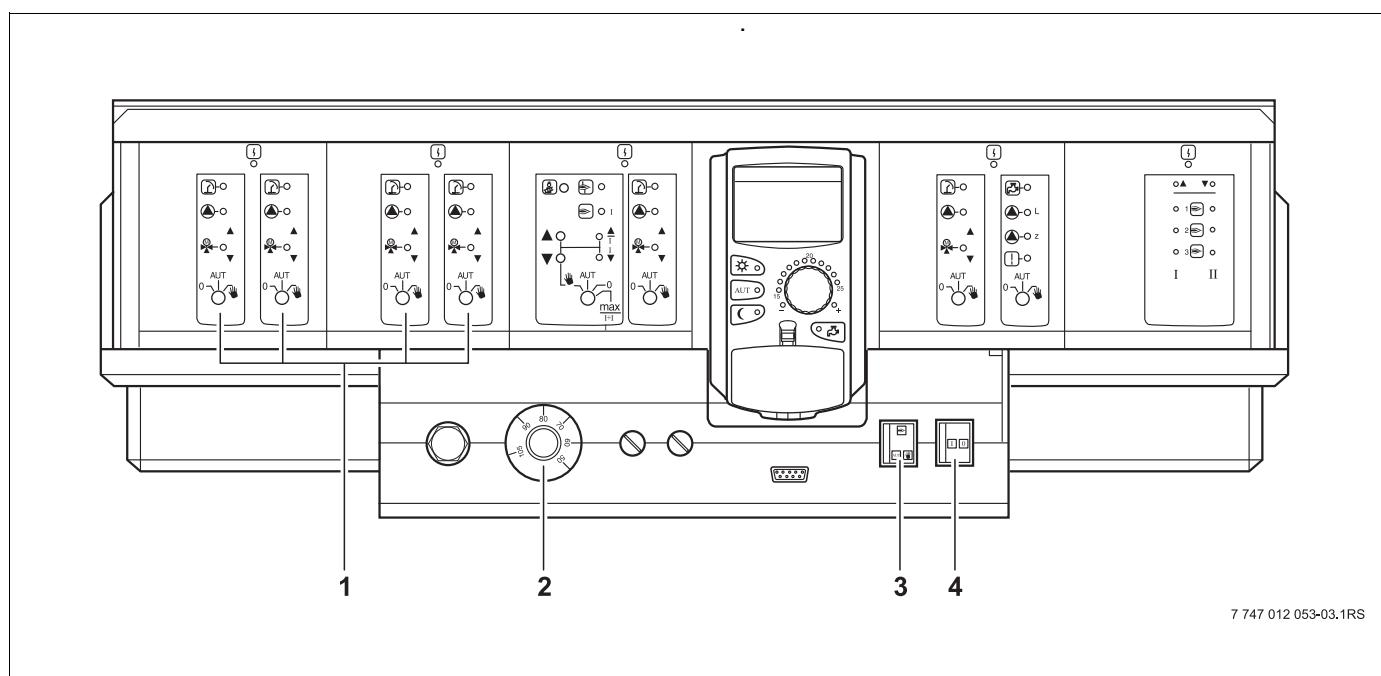

Рис. 26 Ручной режим отопления
- Чтобы обеспечить теплоснабжение при неисправности, нужно установить переключатели на модулях (\rightarrow рис. 26) в положение .
- Установите регулятор температуры котловой воды (\rightarrow рис. 26) на 60 °C – 90 °C, при прекращении приготовления горячей воды на 60 °C.